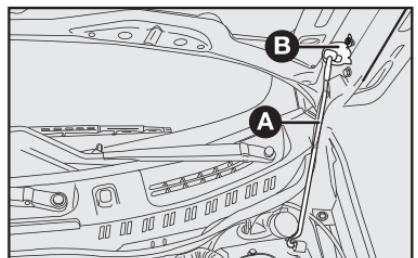

fig. 74
4) introduzir a extremidade da vareta A na abertura B do capô do motor fig. 74.
1) manter levantado o capô com uma mão e, com a outra, tirar a vareta **A**-fig. 74 da abertura **B** e repô-la no seu dispositivo de bloqueio.